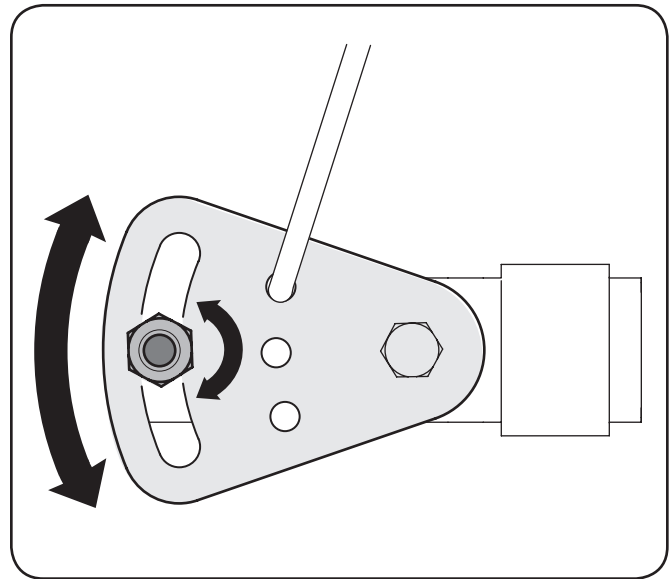

Figura 6-4
Si no se puede lograr toda la gama de velocidades (avance y retroceso), consulte la Figura 6-4 y ajuste el cable de cambios de la siguiente forma:
2. Afloje la tuerca hexagonal del soporte de posicionamiento del cable de cambios. Vea la Figura 6-4.